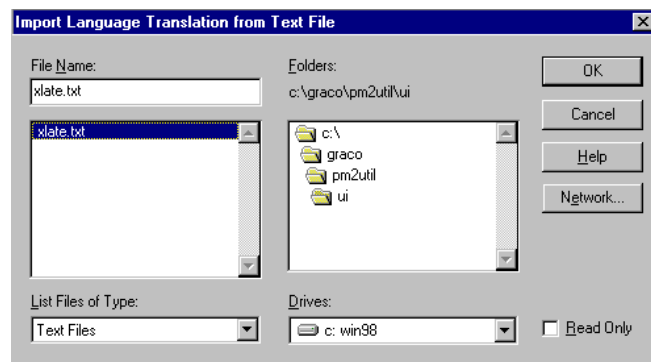

Fig. 13.56
- Seleccione el archivo de texto deseado y pulse el botón aceptar, en la casilla de diálogo, para actualizar la base de datos con sus cambios. pulse el botón cancelar si desea cerrar la casilla de diálogo sin hacer los cambios. Vea la Fig. 13.56.